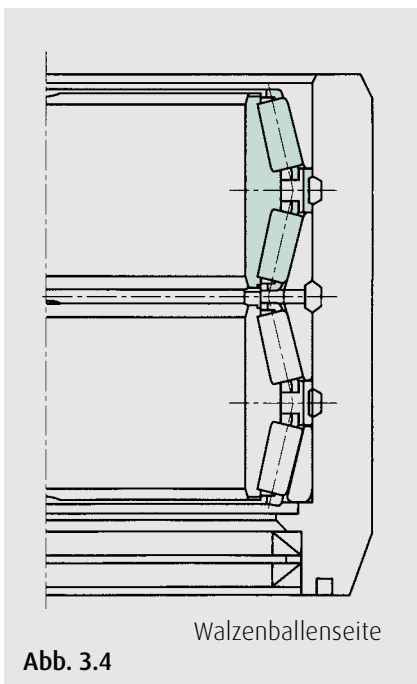

Abb. 3.4
13. Innenring mit Montagevorrichtung in das Einbaustück absenken, Stirnseite mit Einbaumarkierung E nach unten (Abb. 3.4).